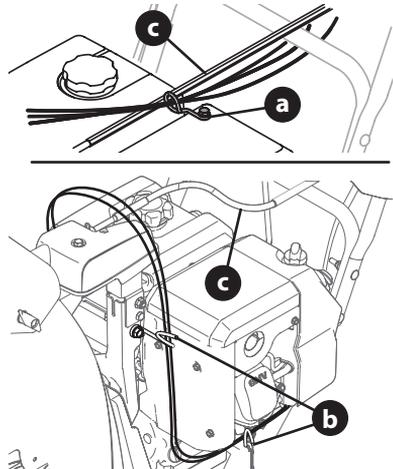

Figure 41
Les câbles de la commande de goulotte passent dans un guide-câble (a) sur le moteur ou dans deux guide-câbles (b) sur le côté gauche de l'appareil. Voir Figure 41.
- Modèles avec guide-câble sur le moteur (a) : Assurez-vous que tous les câbles sont correctement installés dans le guide-câble sur le moteur. Voir Figure 41.
- Modèles avec guide-câbles sur le côté (b) : Vérifiez que tous les câbles sont bien installés dans le guide-câble sous le côté gauche du moteur et dans celui sous la tête de la commande de la goulotte. Voir Figure 41.